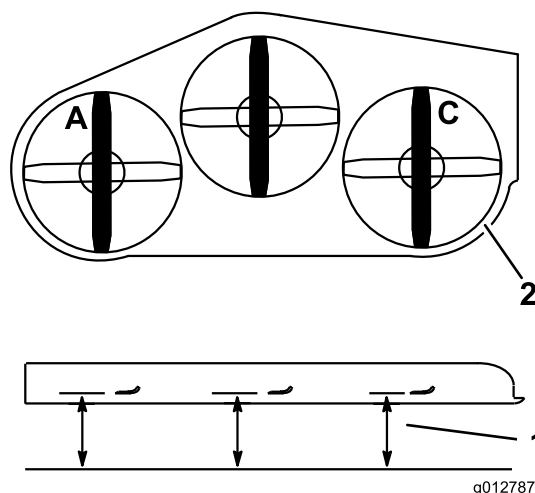

Figura 85
- Coloque la cuchilla izquierda en posición longitudinal (Figura 85).
- Mida la cuchilla izquierda en la posición **A** desde una superficie nivelada hasta el filo de corte de la punta de la cuchilla, y anote esta medida (Figura 85).
- Coloque la cuchilla derecha en posición longitudinal (Figura 85).
- Mida la cuchilla izquierda en la posición **C** desde una superficie nivelada hasta el filo de corte de la punta de la cuchilla, y anote esta medida (Figura 85).
2. Coloque la cuchilla izquierda en posición longitudinal (Figura 85).
3. Mida la cuchilla izquierda en la posición **A** desde una superficie nivelada hasta el filo de corte de la punta de la cuchilla, y anote esta medida (Figura 85).
4. Coloque la cuchilla derecha en posición longitudinal (Figura 85).
5. Mida la cuchilla izquierda en la posición **C** desde una superficie nivelada hasta el filo de corte de la punta de la cuchilla, y anote esta medida (Figura 85).